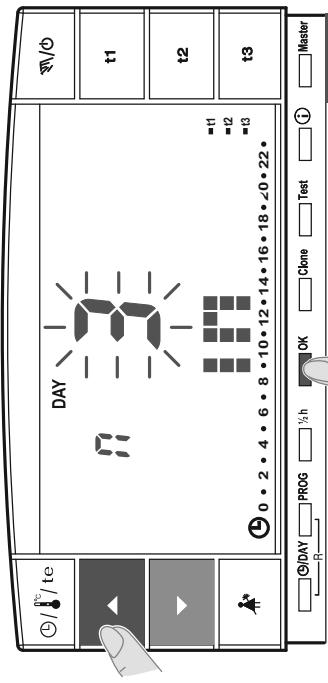

fig. 54
- Sul display appare (lameggiante) il mese precedentemente impostato nella funzione **OUT**, con i tasti **▲▼** impostare il mese in cui si intende terminare il conteggio (rientro nell'abitazione); confermare premendo il tasto **OK** (fig. 54).